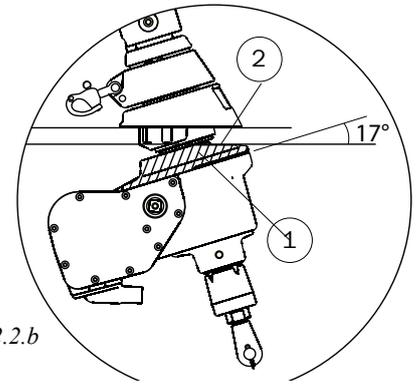

Fig. 3.2.2.b
El aro negro ① (fig. 3.2.2.b) en el modelo 300 TD de la unidad motora está biselado ② para conseguir una medida F de 20 mm, ver tabla 3.2.2.a..